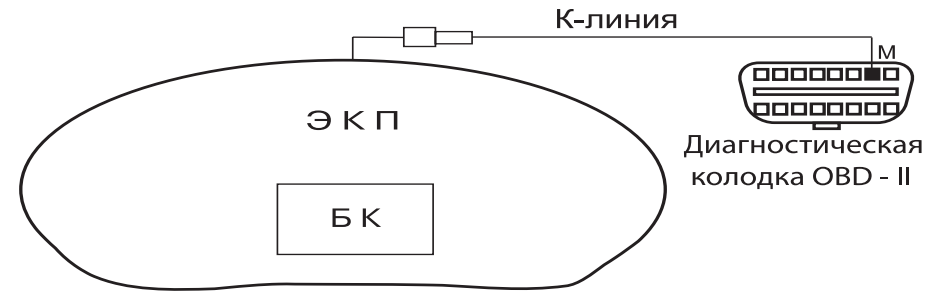

Рис. 1 Подключение БК
6.4. Пропустить провод диагностической "К - линии" БК ЭКП к диагностической колодке и подсоединить его к гнезду "М" (рис.1 на стр.3). Диагностическая колодка расположена: